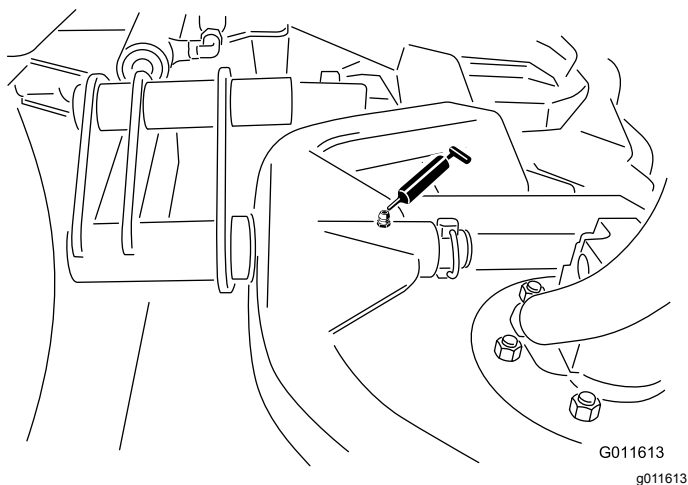

**Bild 59**
- Hubarmzylinder der Schneideinheit (2)—Bild 59
- Hubarmgelenke (1)—Bild 59